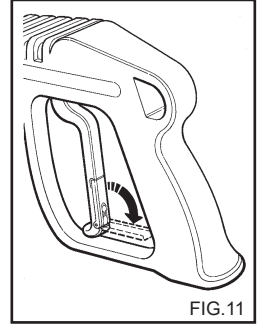

FIG.11
- Stäng fästets skyddskåpa när rengöringsmaskinen inte används. (fig.11).